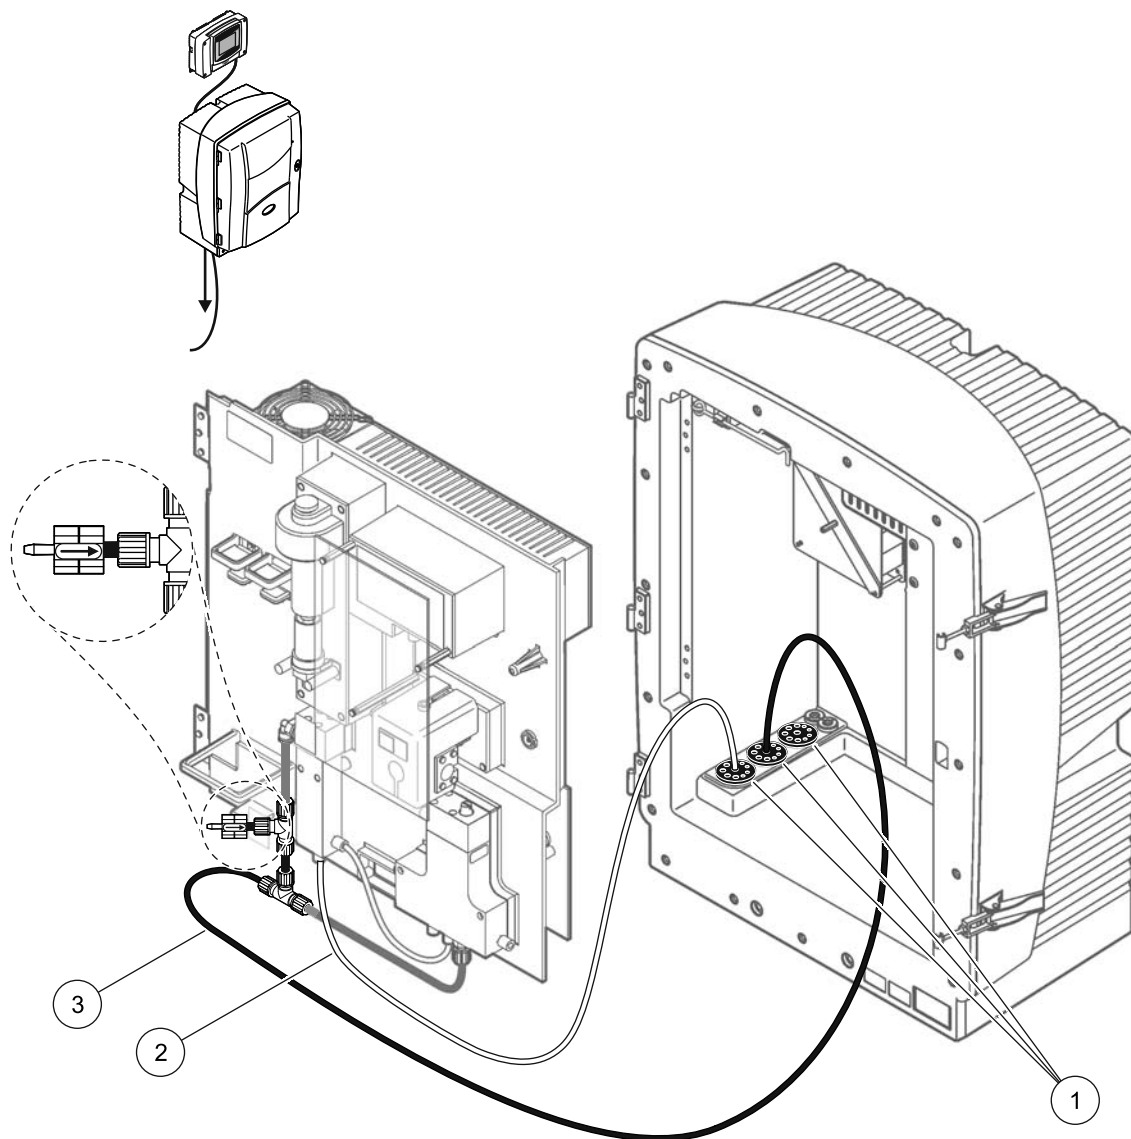

Рисунок 38 Монтаж версии 10а
Для версии 10а смотрите Рисунок 38 и следующие инструкции:
2. Пропустите линию проб от блока пробоподготовки через анализатор (Рисунок 38, позиция 2). Для фиксации используйте уплотняющую заглушку #3.